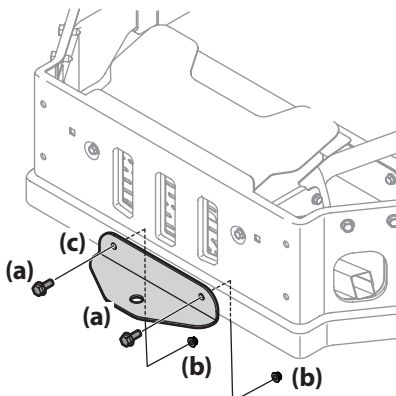

Figure 2-10
2. Installez l'attache de remorquage comme illustré à la Figure 2-10 et fixez-la avec les boulons et les écrous retirés à l'étape précédente.